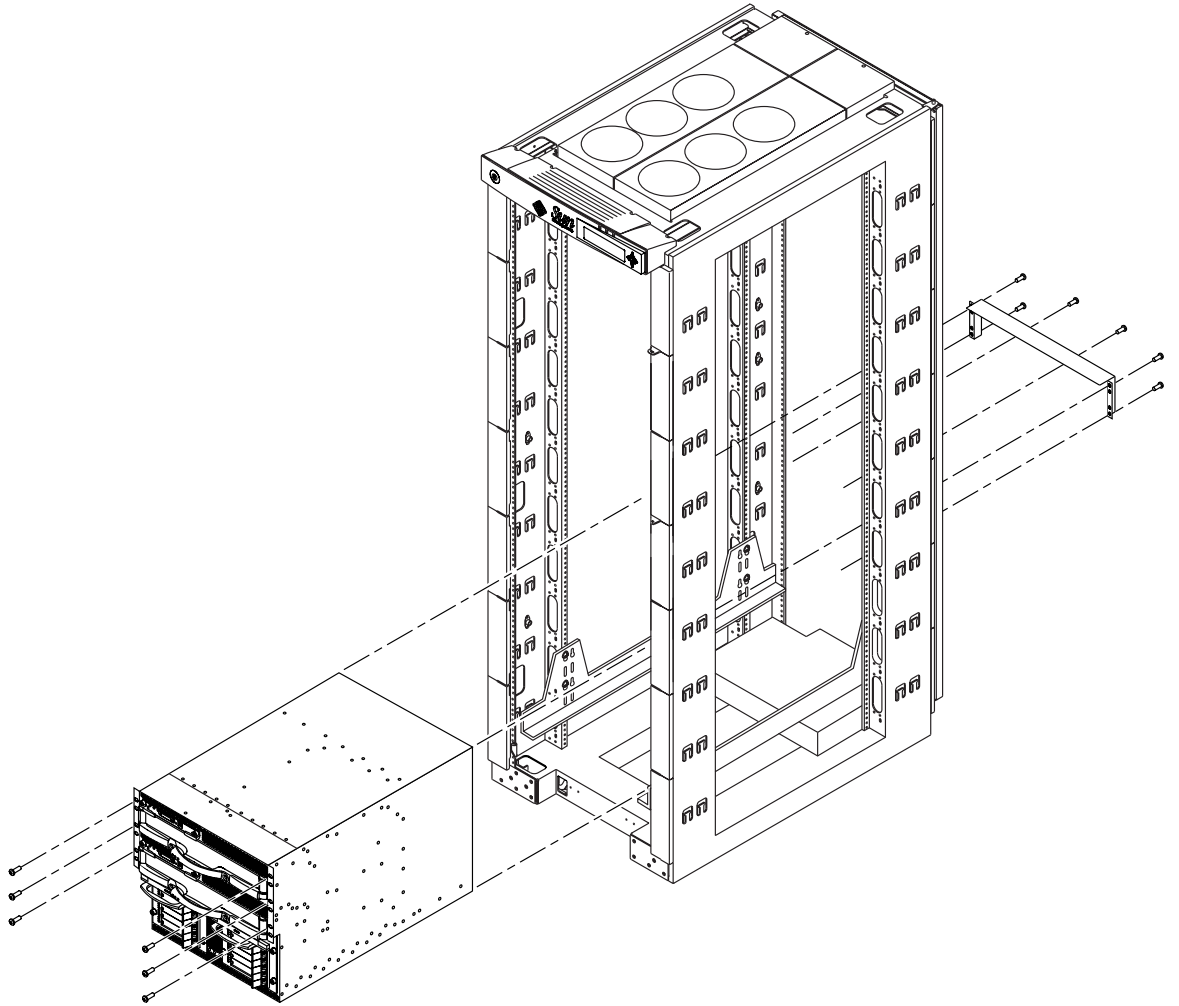

FIGURE 3-4 Mise en place du système Sun Fire 3800 dans l'armoire Sun Fire
3. **Fixez l'avant du système à l'armoire à l'aide de six vis (trois de chaque côté) (FIGURE 3-4).**